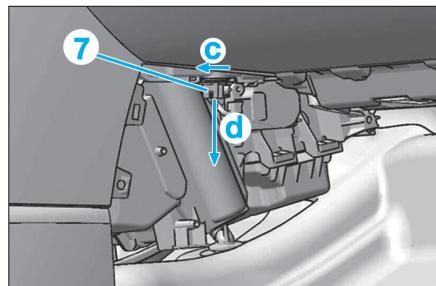

Fig. 21
- tourner d'un quart de tour (c) la sonde (7) puis extraire suivant (d) (Fig.21).